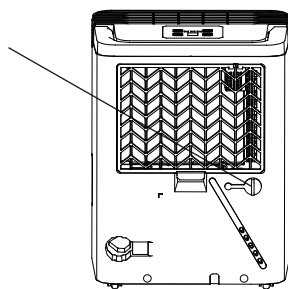
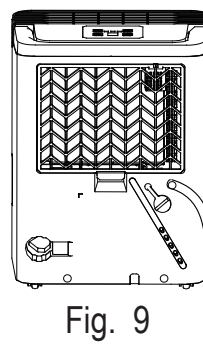

Fig. 8
Fig. 9
- Fjern gummipluggen fra avløpskoblingen på enheten. Koble til en avløpsslange (indre $\varnothing=13,5\text{mm}$) og før denne til et sluk i gulvet eller annet egnet avløp (se fig.8 og fig.9).